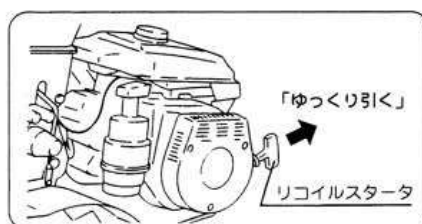

図25
- ⑤ リコイルスタータをゆっくり引いて、重たくなる位置(圧縮位置)で止めてください。(図25)